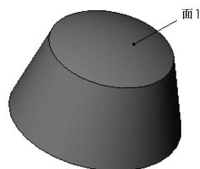

图 7-158 选择面
(1) 单击【曲面】工具栏中的【删除面】按钮或者选择【插入】|【面】|【删除】菜单命令，系统弹出【删除面】属性管理器。在【选择】选项组中，单击【要删除的面】选择框，在图形区域选择如图 7-158 所示的面 1；在【选项】选项组中，选中【删除】单选按钮，如图 7-159 所示。单击【确定】按钮，将选择的面删除，如图 7-160 所示。